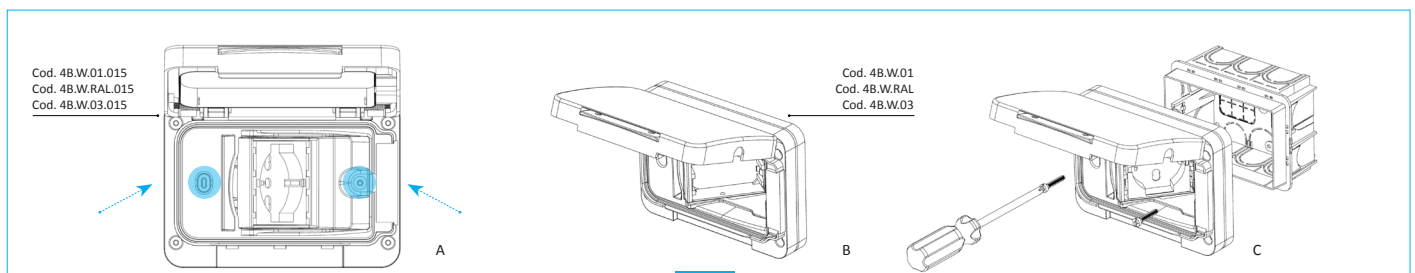

abb. 3
- Die eingefügte Plastik aus dem Sitz der Schrauben herausnehmen, wie in der Abbildung 3-A.
- WIDE an der Unterputzdose befestigen. (abb. 3-C)
- Снимите надрезанный пластик с гнезда для винтов, как показано на рисунке рис. 3-A
- Привинтите защитный корпус WIDE к утопленной коробке. (рис. 3-C)